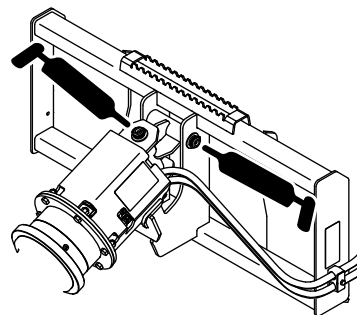

Рисунок 10
- Очистите масленки с помощью ветоши (Рисунок 10).